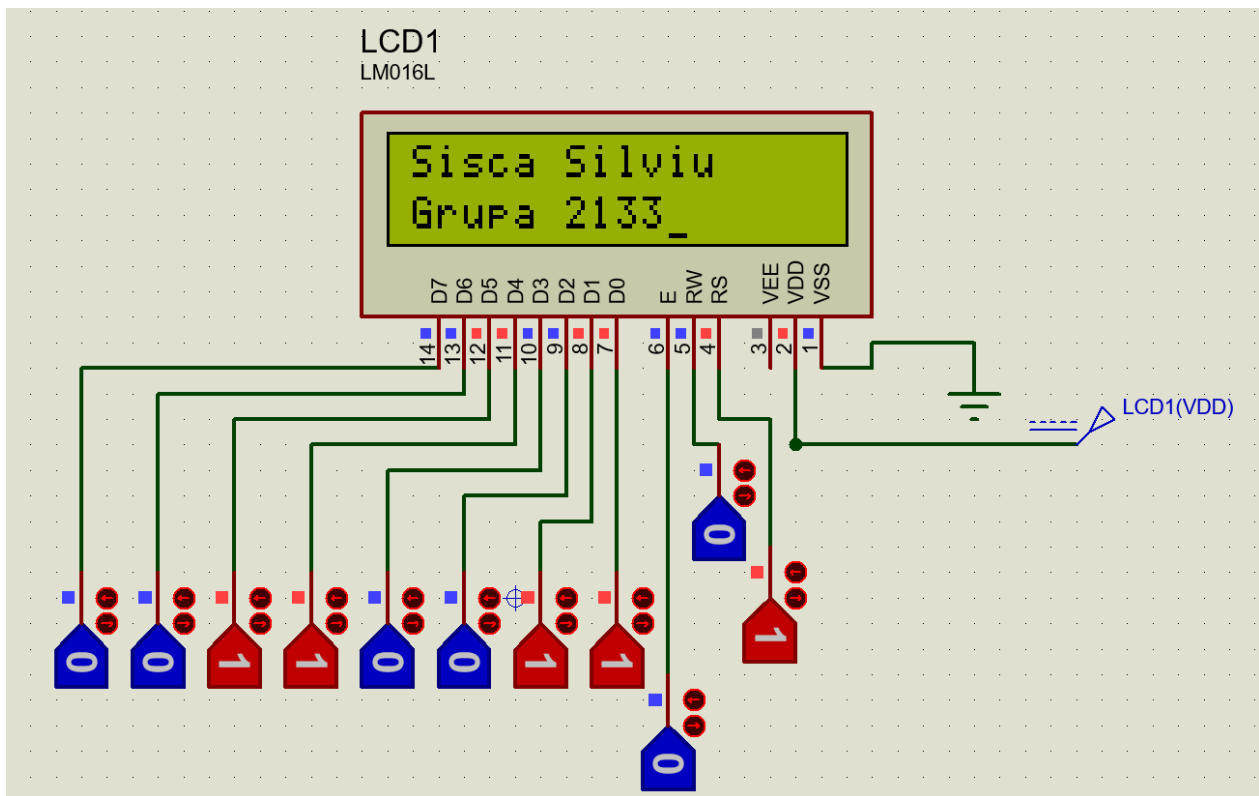

Figura 5: Finalizarea afișării – Rezultat final
3. Finalizarea afișării. Se setează RS=1, și se introduc caracterele pentru “Grupa 2133”, rezultatul final fiind surprins în Figura 5.